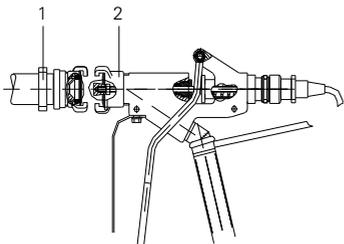

Рисунок 15:
- Снять шланг для клея (рис. 15, 1) на выходе пистолета для клея и вместо него подключить шланг подачи воздуха с муфтой GEKA